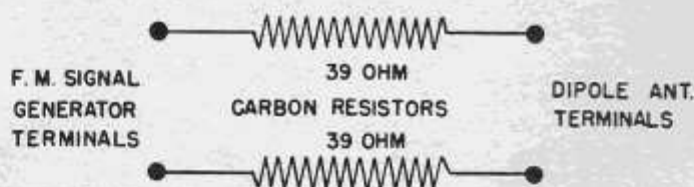

Fig. 20
1. 78 ohm Dummy Antenna (Fig. 20).